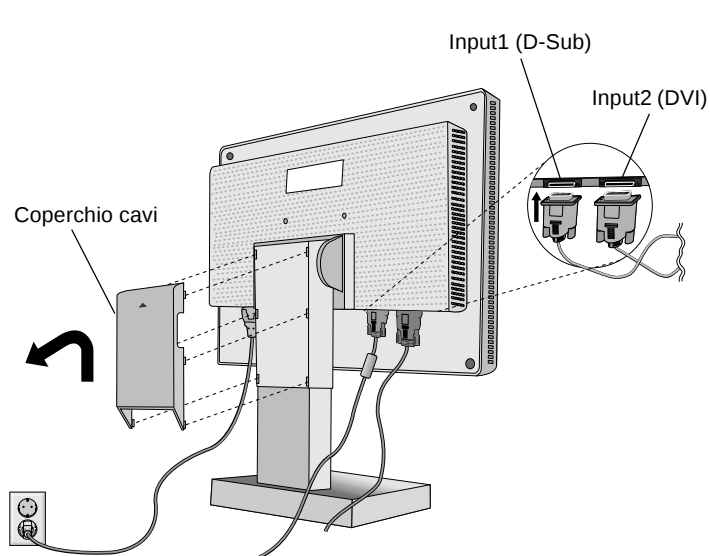

Figura C.1
3. Rimuovere la copertura cavi. Collegare il mini-D-SUB a 15 pin del cavo segnali video e il cavo segnali DVI (non incluso) al connettore appropriato sul retro del monitor (**Figura C.1**).